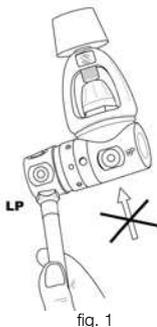

fig. 1
Conecte el latiguillo de baja presión (LP) a la válvula de inflado o conecte A.I.R. 2 a un puerto de baja presión (LP) libre de la primera etapa, que debe tener la misma rosca (Fig. 1).